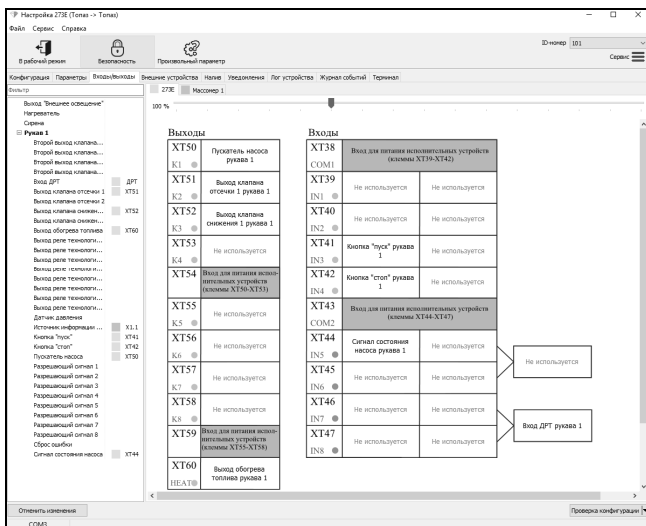

Рисунок 5
10.4 На вкладке "Входы/Выходы" (рисунок 5) отображаются входные и выходные цепи с указанием подключенных устройств. При неисправности одной из выходных цепей ее можно заменить другой из числа свободных. Также, можно настроить работу с запрещающими сигналами и технологическими схемами – возможность управления выходными цепями, которые открывают или закрывают необходимую технологическую схему.